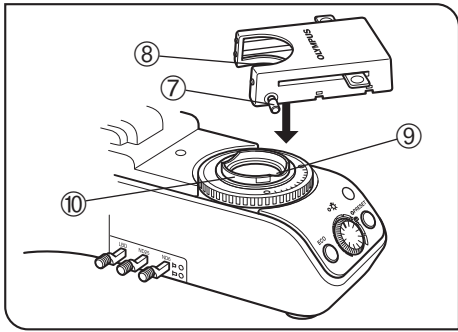
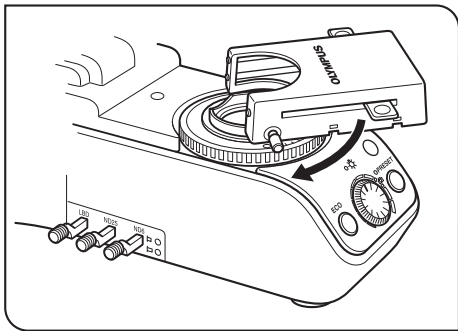

图 18
图 19
1. 完全松开滤色片盒固定螺丝⑦。(图18)
2. 将滤色片盒底表面的销子⑧与滤色片架上的定位槽⑨对齐，然后，把滤色片盒从上面压进位置。
3. 转动滤色片盒，将其边缘和机架对齐。(图19)
4. 将固定螺丝⑦和滤色片架上的定位孔⑩对齐，然后拧紧螺丝，固定好滤色片盒。